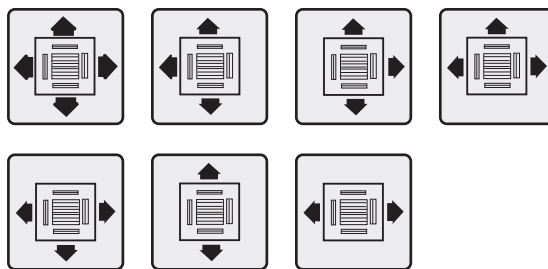
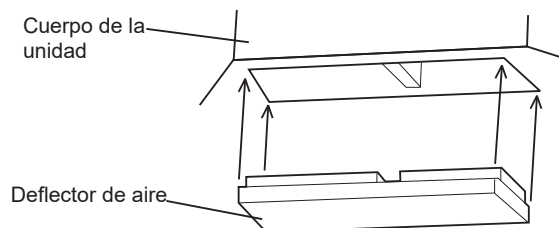

Figura 2.3
Figura 2.4
5. Determine las direcciones del flujo de aire en función de la forma de la sala, para el emplazamiento de la instalación. Consulte la figura 2.3 para ver el esquema de la dirección del flujo de aire. Si parte de la ventilación debe estar bloqueada, puede insertar un deflector de aire en la ventilación del cuerpo de la unidad para bloquear el flujo de aire. Véase Figura 2.4.